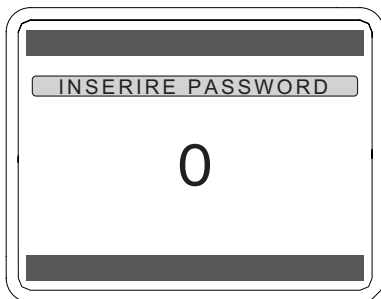

Figura 5.27
- Premere contemporaneamente per 5 secondi i tasti (↶) e (✓) per entrare in programmazione Figura 5.27.